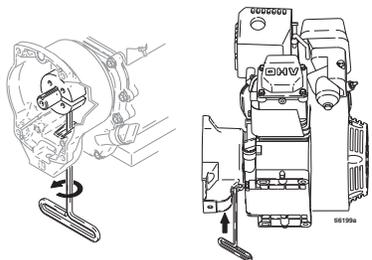

图 9
3. 图 9. 把发动机侧向放倒, 使油箱在下, 而空气过滤器在上。